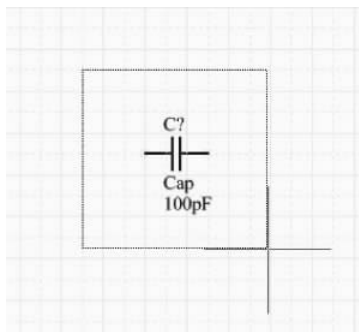
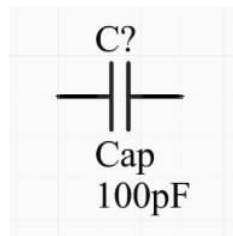

图 3-4 绘制区域
图 3-5 区域绘制显示效果
- **【Area】(区域)**: 在工作界面上确定一个区域,并对区域中的内容进行放大。具体操作方法:执行该命令,或者单击菜单栏中的  按钮,光标将变成十字形状显示在工作界面上。单击确定区域的一个顶点,然后移动光标确定区域的对角顶点并单击,完成区域绘制,如图 3-4 所示。此时,工作界面上只显示区域中的内容,如图 3-5 所示。